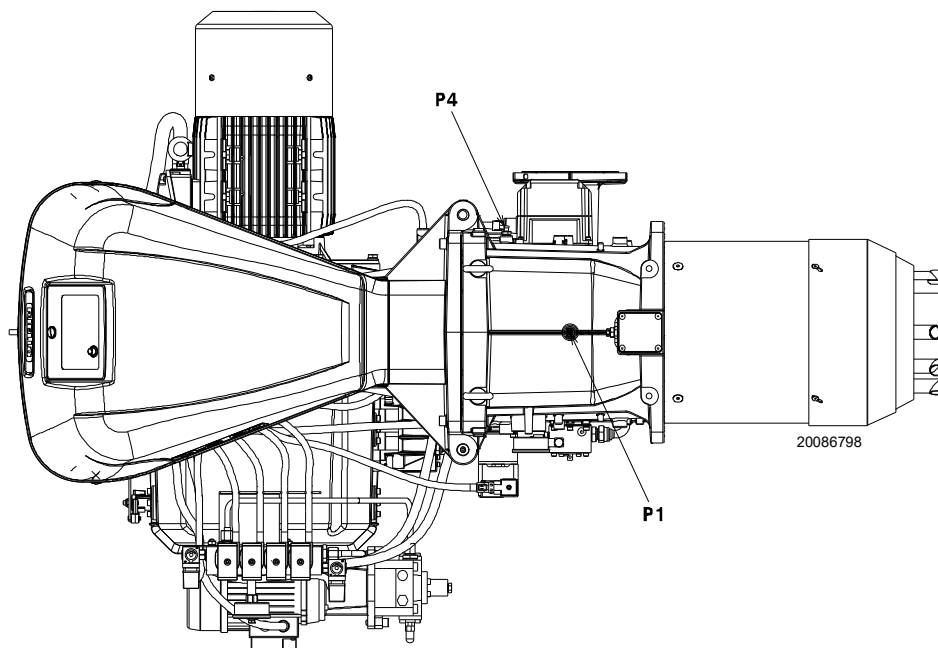

Fig. 28
Pression gaz mesurée à la prise P1)(Fig. 28), avec:
- soustraire de la pression du gaz à la prise P1) (Fig. 28) la pression de la chambre de combustion.
Pression de gaz à la prise P1) (Fig. 28) = 29,4 mbar
Pour connaître la pression de gaz nécessaire sur la prise P1)(Fig. 28), une fois établie la puissance MAX. à laquelle on veut faire fonctionner le brûleur:
- Lire sur la droite, colonne 1, la pression à la prise P1) (Fig. 28).
Pression nécessaire à la prise P1) (Fig. 28).